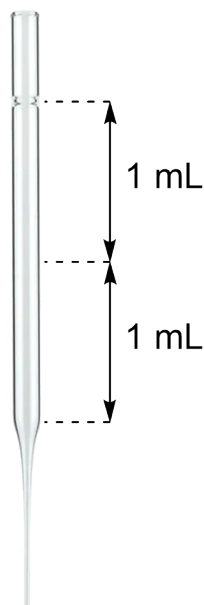

图 2: 滴管示意图。从滴管上方的凹陷处到下方约 2 mL，一半处近似体积约为 1 mL (比例 1:2)
10. 将烧瓶继续放在冰水浴中, 用滴管从标有 “ NaHSO_3 (aq)” 的样品瓶中抽取 NaHSO_3 水溶液 (aq, 40%), 缓慢**加入** 到烧瓶的反应液中, 一共需要加入约 5 mL; (如图 2 所示, 1/2 滴管的溶液相当于 1 mL)。继续搅拌反应液, 稍后会产生白色沉淀 (产物 A)。